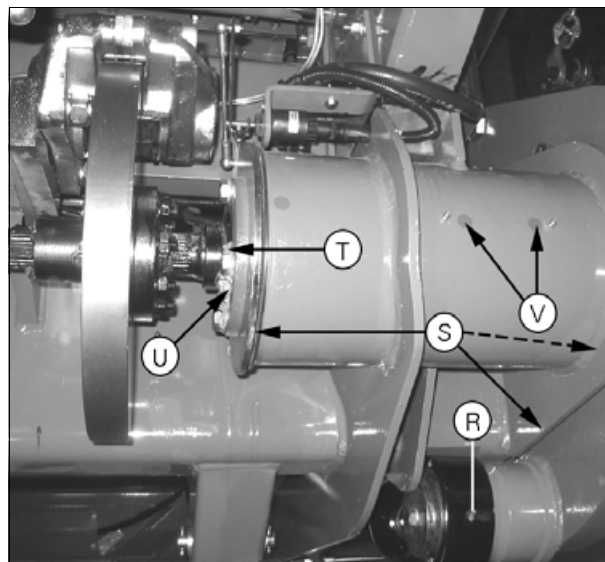

Рис. 9.
- Во время сборки наденьте уплотнительные кольца (S) рис. 9 на цилиндр. После затягивания всех болтов протолкните уплотнительные кольца в канавку.
- Затяните болты (P) моментом 1220 Nm (предварительно нанесите на болты герметик Loctite 270). Помните, что эффективнее использовать затягивание с приложением большого момента, когда кронштейн конечного привода, предварительно установленный на штатное место, укреплен на передней оси.